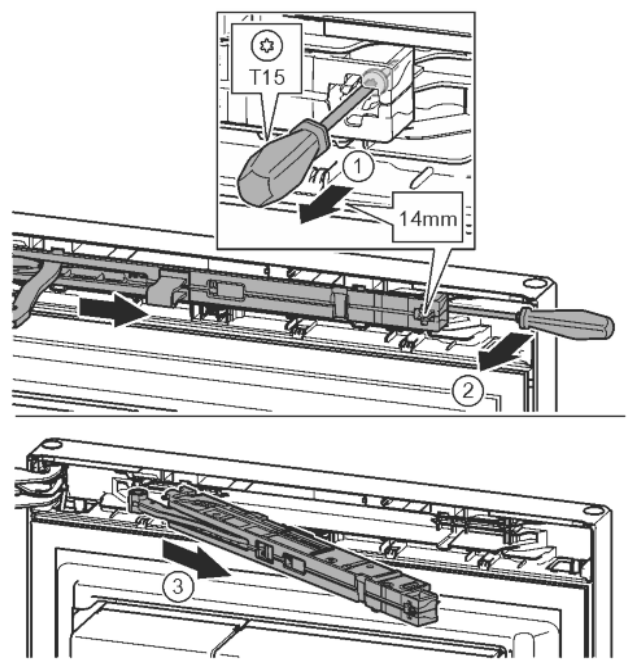

Fig. 10
- ▶ Desserrer la vis de l'amortisseur de fermeture de 14 mm environ avec un tournevis T15. Fig. 10 (1)
- ▶ Avec un tournevis, accéder à la partie postérieure de l'amortisseur de fermeture du côté de la poignée et faire pivoter en avant. Fig. 10 (2)
- ▶ Sortir l'amortisseur de fermeture. Fig. 10 (3)